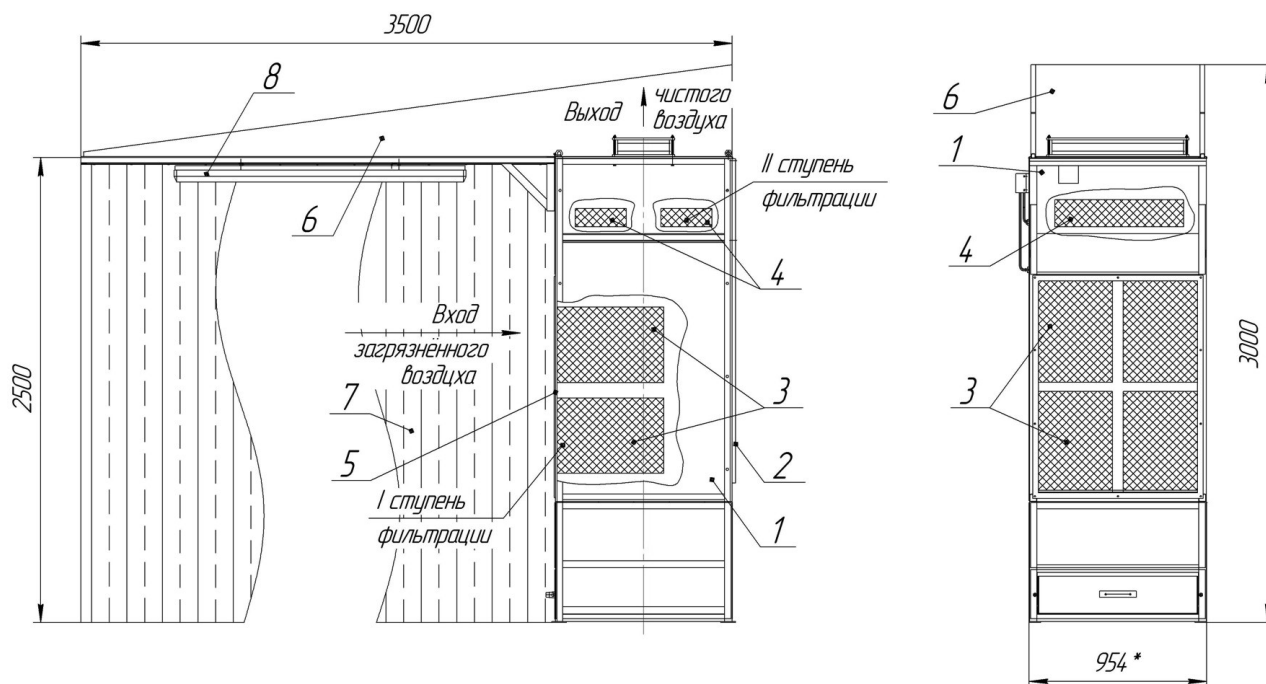

Рис. 2 Схема камеры КФВ-ОН с накопительной системой фильтрации воздуха
Камера КФВ-ОН, с накопительной системой фильтрации (рис.2), состоит из корпуса камеры (1), съемной двери (2) с вентиляционной решеткой (5), потолочного укрытия (6) с защитными шторами (7). За вентиляционной решеткой (5) в корпусе устанавливаются фильтры типа ФяК (3), выполняющие предварительную очистку загрязненного воздуха. Тонкая очистка осуществляется фильтрами типа ФяС-Ф (4), расположенными в верхней части корпуса. Замена фильтров ФяК и ФяС-Ф осуществляется через съемную вентиляционную решетку, расположенную на съемной двери (2).